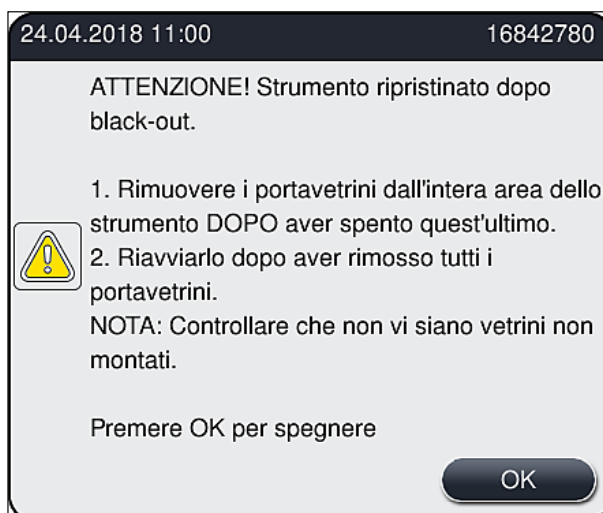

Fig. 108
- Dopo che l'alimentazione è stata ripristinata viene eseguito un riavvio automatico dello strumento. L'utente viene avvisato dell'interruzione dell'alimentazione con un messaggio informativo (→ Fig. 108) visualizzato sullo schermo e l'evento viene inserito nel registro eventi.
- ① Dopo il ripristino dell'alimentazione lo strumento viene riavviato automaticamente. Viene emesso un segnale acustico di avviso e viene visualizzato un messaggio di avviso sul display (→ Fig. 108).
Quindi seguire le istruzioni nel messaggio informativo (→ Fig. 108) e rimuovere i vetrini dallo strumento.